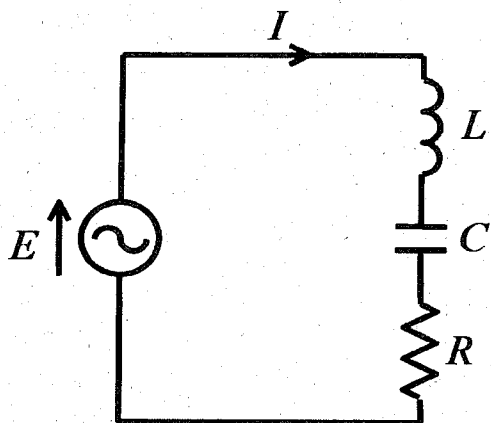

図 1
I 図 1 の交流回路について、次の (1) ～ (3) の問いに答えよ。なお、導出過程も記すこと。交流電源 E の電圧は 10 V 一定値でその角周波数 ω は可変である。交流電源 E にインダクタンス $L = 8\text{ H}$ 、静電容量 $C = 0.5\text{ F}$ 、可変抵抗 R が直列に接続されている。ただし、電圧、電流の値は全て実効値である。
- (1) 抵抗 $R = 10\ \Omega$ の場合、電流 I が最大になるときの角周波数 ω と電流 I をそれぞれ求めよ。
- (2) 抵抗 $R = 8\ \Omega$ の場合、電流 $I = 1\text{ A}$ であった。このときの角周波数 ω を求めよ。
- (3) 角周波数 $\omega = 2\text{ rad/s}$ の場合、抵抗 R で消費される電力が最大になるときの抵抗 R と消費電力 P をそれぞれ求めよ。